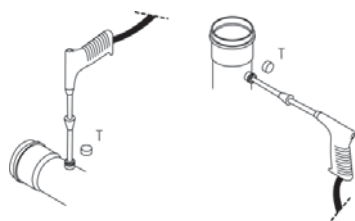

Fig. 5.d
1. Den Verschluss T vom Stutzen des Rauchabzuges abnehmen (siehe Fig. 5.d);